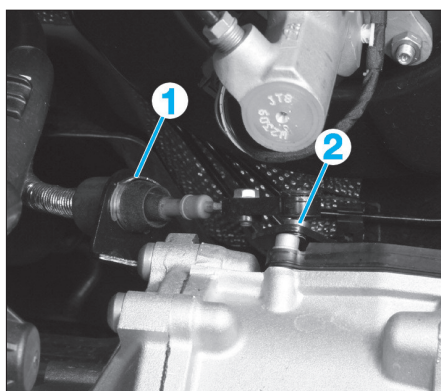
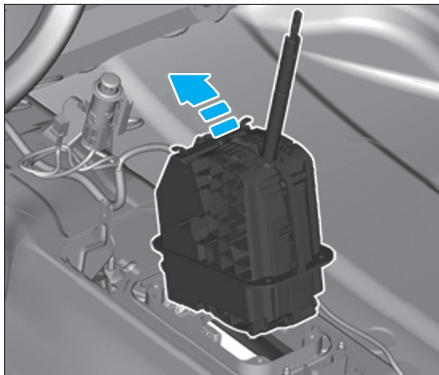

Fig. 22
Fig. 28
- Déposer le segment d'arrêt (1) (Fig.22).
- Dégrafer le câble de commande de la rotule (2).
- Déposer la commande des vitesses (Fig.28).